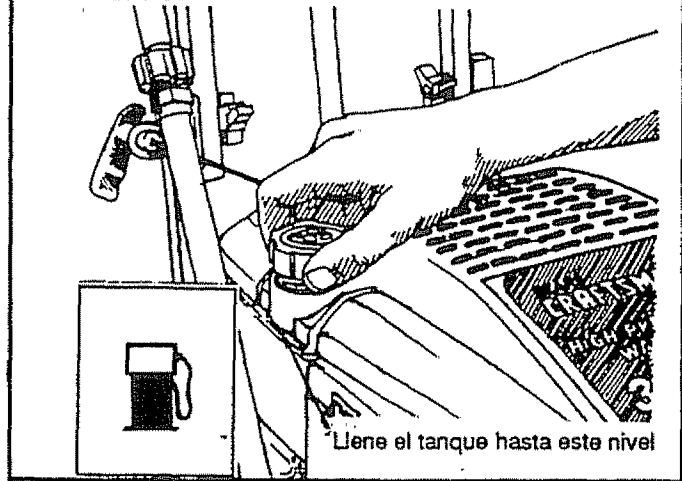

FIG. 11
- Limpie el área que rodea la tapa de llenado de combustible, y quite esta tapa (Fig. 11).